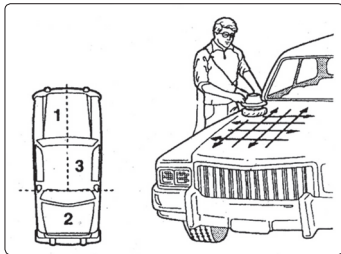

Abb. 8
- ➔ Lassen Sie nach dem Auftragen des Poliermaterials auf die zu polierende Fläche das aufgetragene Material nicht eintrocknen, sondern beginnen Sie sofort unter Verwendung des Polierüberzugs aus Synthetik-Wolle mit dem Polieren. Führen Sie die Schleifmaschine beim Polieren in den gleichen Richtungen, wie beim Auftragen der Poliermasse, d.h. nach der Abb. 8.